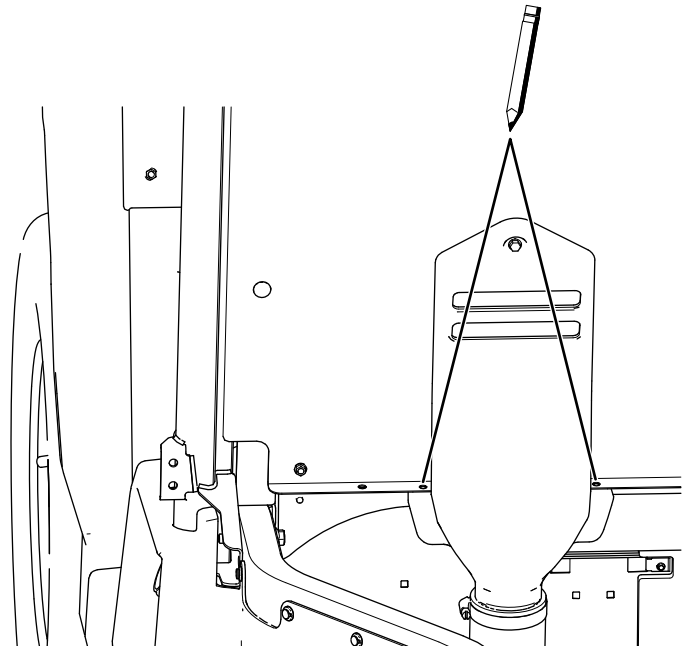

Figure 63
C. Utilisez le capot comme gabarit et marquez l'emplacement des 2 trous (Figure 63).